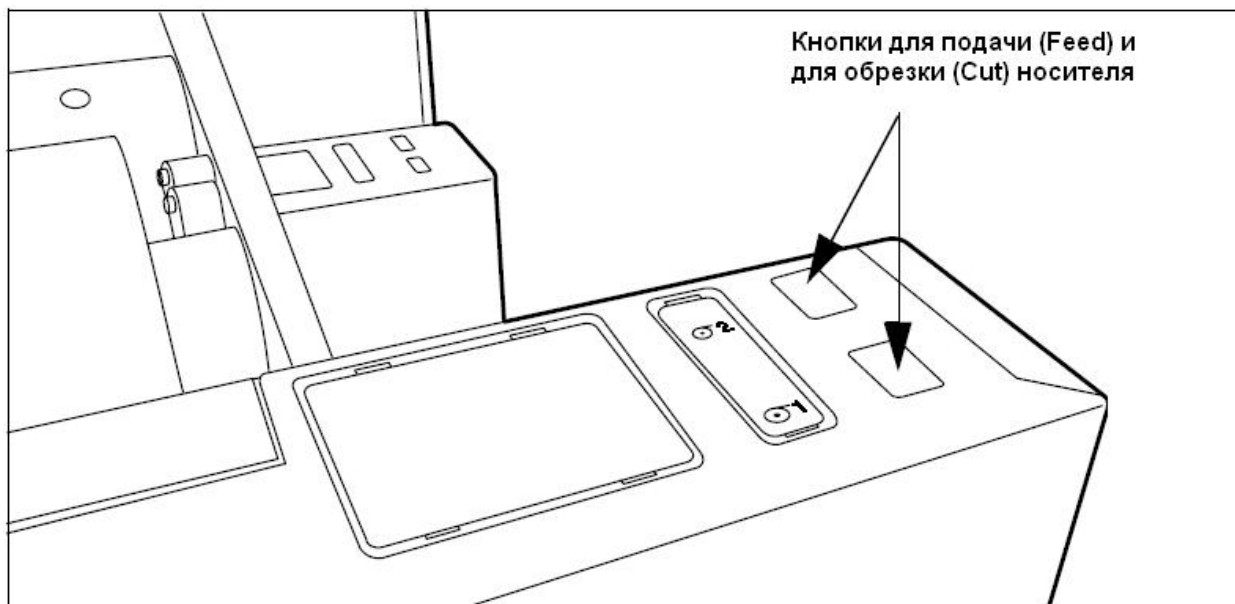

Рисунок 93: Кнопки, используемые для подачи и обрезки носителя
10. Нажмите на соответствующую кнопку зеленого цвета внутри отсека (смотрите рисунок 93). Носитель будет автоматически подан в машину.